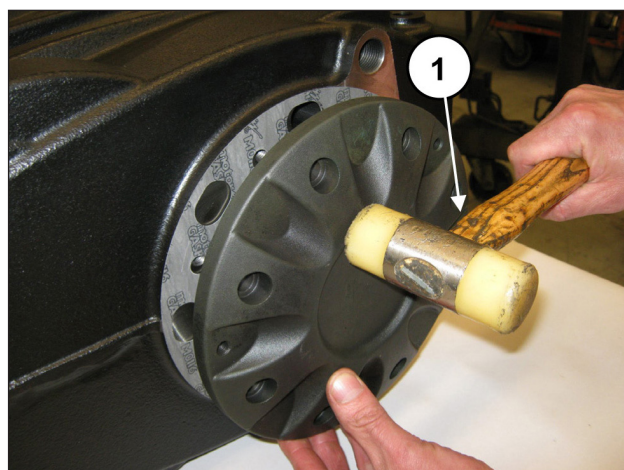

Fig. 59
Monte a cobertura do rolamento (e relativos forros), usando um mecanismo de percussão (pos. ①, Fig. 59)